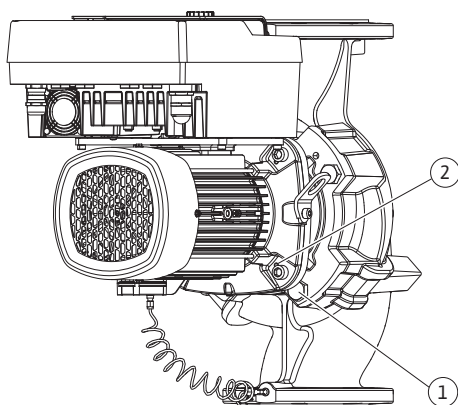

Fig. 104: Expulsión del juego de introducción mediante los taladros roscados (según el modelo de bomba)
23. Expulse el juego de introducción de la carcasa de la bomba. Para ello, utilice los 2 taladros roscados (véase la Fig. 104, Pos. 1).
33. Para la expulsión del juego de introducción de la carcasa de la bomba, use los 2 taladros roscados situados al lado (Fig. 104, Pos. 1) y los tornillos a cargo del propietario adecuados (p. ej., M10 x 25 mm).